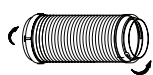
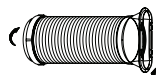

Fig.16
Fig.17
1. Instale el Adaptador de escape de la ventana B en la manguera de escape como se muestra en la Fig.16. o Fig.17. Consulte las páginas anteriores para la instalación del kit de ventana.